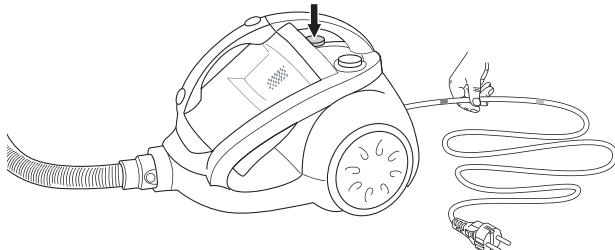

Figure 8
- Guidez le cordon pendant que vous l'enroulez. Sinon, le cordon peut s'embrouiller, ou bien la fiche peut heurter l'arrière de l'appareil. Retenez donc le cordon au niveau de la marque, sans serrer; laissez le mécanisme l'attirer à l'intérieur de l'enrouleur de façon contrôlée; voir la figure 8.